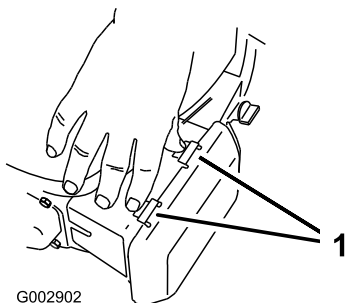

Figure 42
1. Appuyez sur les languettes de verrouillage en haut du couvercle du filtre à air (Figure 42).